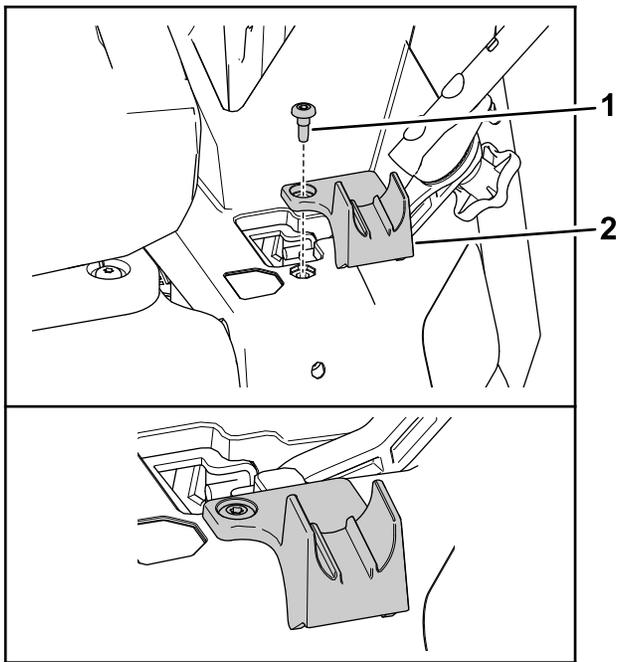

Рисунок 7
2. Совместите фиксатор рукоятки с левым кожухом, как показано на Рисунок 7.
3. Закрепите фиксатор на кожухе (Рисунок 7) с помощью винта с буртиком (¼ x ½ дюйма) из комплекта.